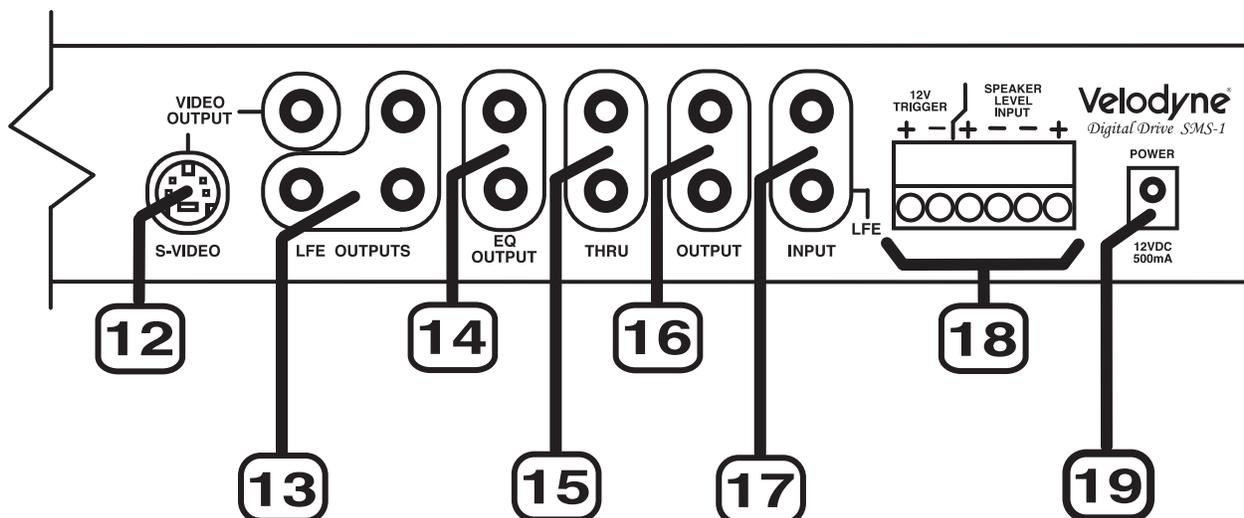

Figure 2 Connexions du panneau avant Digital Drive
- c. INPUT, LEFT et RIGHT (à l'emplacement 17 de la figure 2) - Faites une connexion entre ces entrées et les sorties stéréo de votre récepteur ou de votre processeur; OU
- d. SPEAKER-LEVEL INPUT (à l'emplacement 18 de la figure 2) - Faites une connexion entre ces entrées et les connexions gauche et droite du haut-parleur de votre récepteur ou de votre processeur. Faites cette connexion en insérant le fil du haut-parleur dans les bonnes bornes du bornier.
7. Insérez la prise mâle à 3 broches du câble du microphone XLR dans le jack MIC INPUT (emplacement 7 à la figure 2) sur le panneau avant ou arrière du SMS-1.